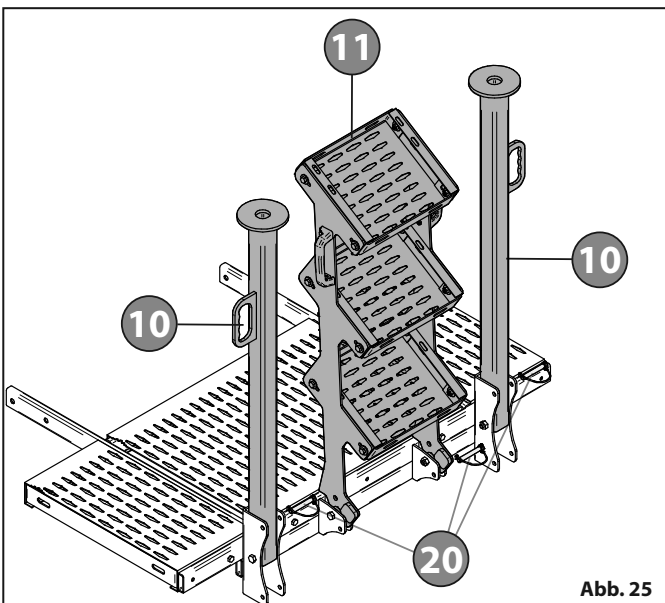
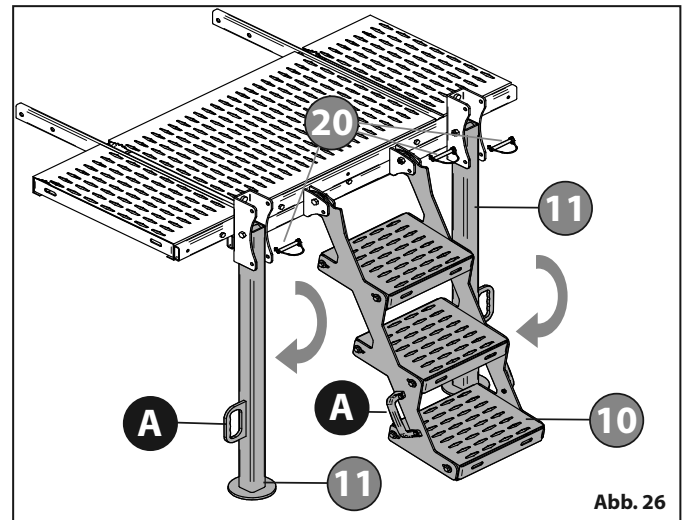

Abb. 25
Abb. 26
- Die Stifte **20** „Abb. 25“ herausziehen, die Griffe **A** als Hebel nutzen und die Feststellfüße **11** sowie das Podest **10** „Abb. 26“ drehen.